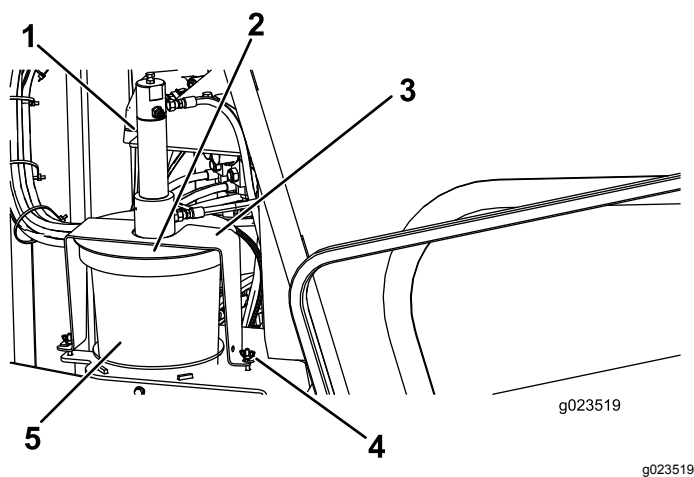

**Bild 65**
3. Lösen Sie die Flügelmutter, mit denen die Abdeckungsriemen an der Maschine befestigt sind (Bild 65).
4. Drehen Sie die Abdeckung und ziehen die Abdeckungsriemen von den Befestigungsschrauben (**Bild 65**).
5. Heben Sie Abdeckung vom leeren Behälter ab (**Bild 65**).
7. Setzen Sie den Kolben in den neuen Behälter und setzen Sie den Deckel auf (**Bild 65**).
8. Führen Sie die Abdeckungsriemen über die Befestigungsschrauben und drehen Sie die Abdeckung, so, dass die Riemen auf den Schrauben sitzen (**Bild 65**).